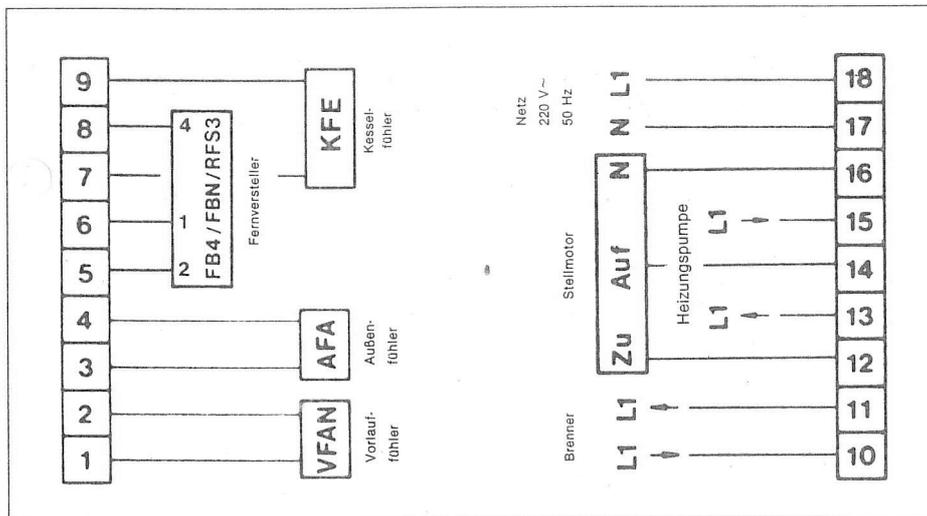

Bild 5 Anschlußschema zu 2.1.2, 2.1.3 und 2.2.1
2.1.2 Witterungsabhängige Vorlauftemperaturregelung mit Fernbedienung FB4 (Bild 5)
2.1.3 Witterungsabhängige Vorlauftemperaturregelung mit Fernbedienung FBN zur raumgeführten Absenkung (Bild 5)
2.2.1 Raumtemperaturregelung mit Raumfühler RFS3 zur raumgeführten Absenkung und Erfassung der Außentemperatur durch den Außenfühler AFA (Bild 5)